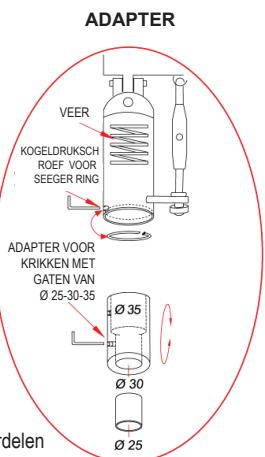

fig1
- Doe de adapter voor krikken op de stang Ø 30 mm ervan en zet hem vast door de hiervoor bestemde schroef met binnenzeskant aan te draaien (fig. 1).